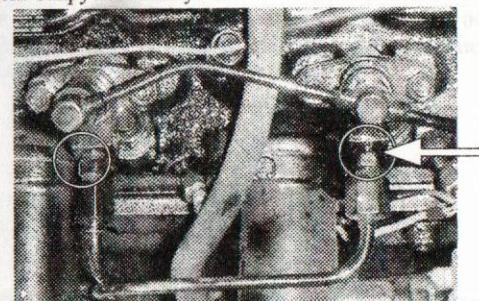

Рис. 3-13. Форсунки
- 5) Открутите одну из двух гаек, соединяющих топливные трубы и форсунки (рис. 3-13). Выпустите воздух, используя ручной насос. Топливо из трубы должно струиться без пузырей. Закрутите гайку.